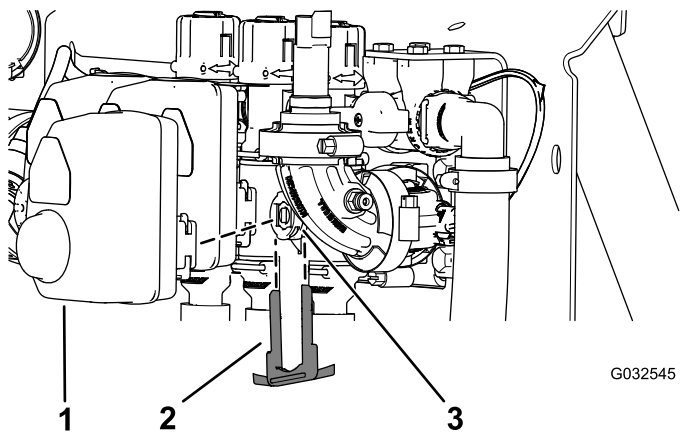

Figure 96
2. Retirez l'étrier qui fixe l'actionneur à la vanne de section de rampe ou la vanne d'agitation sur le collecteur (Figure 96).